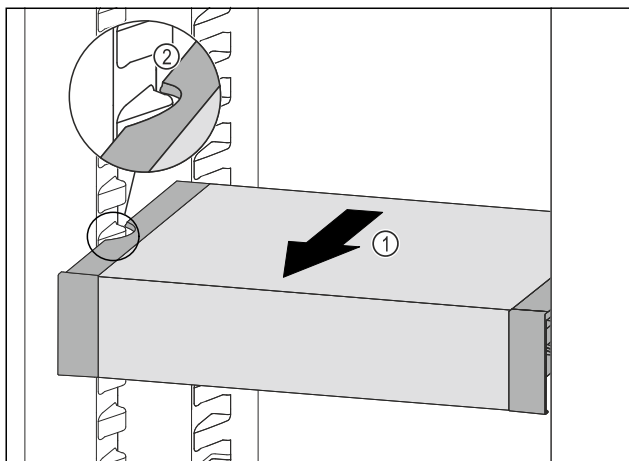

Fig. 178
- Tirer le VarioSafe vers l'avant Fig. 178 (1) jusqu'à ce que les encoches latérales du VarioSafe se trouvent au niveau de la nervure du bac dans la partie réfrigérateur. Fig. 178 (2)